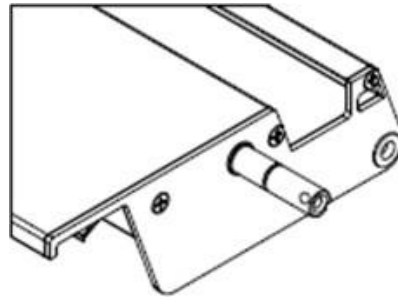

Fig. 14
13. Il montaggio delle lamelle deve iniziare con l'inserimento delle due lamelle motrici (17). Queste sono contenute nella confezione n. 7 e hanno perni diversi sul lato di azionamento - il filo all'interno del perno (fig. 14) .